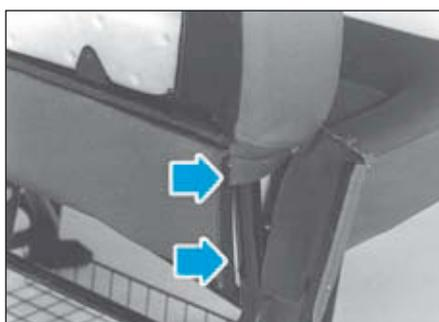

FIG.58
- Retirer les deux côtés latéraux (Fig.58) de la coiffe d'assise de la banquette.